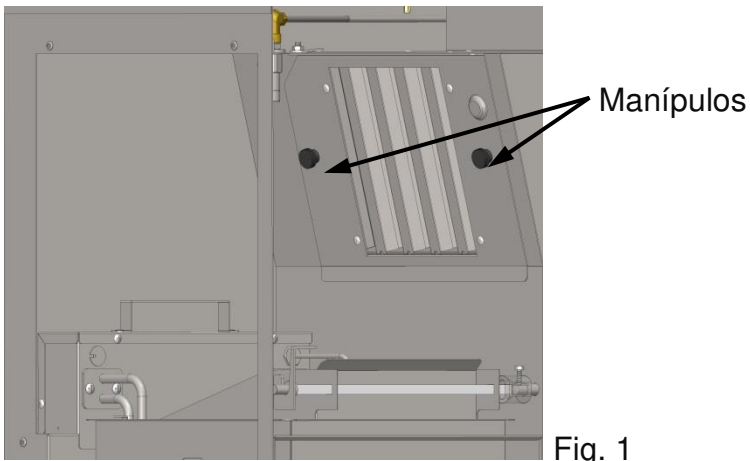

Fig. 1
- Remova a tampa dos Filtros localizada na parede interior traseira da câmara de cocção retirando os dois Manípulos plásticos que a prendem (Fig. 1);